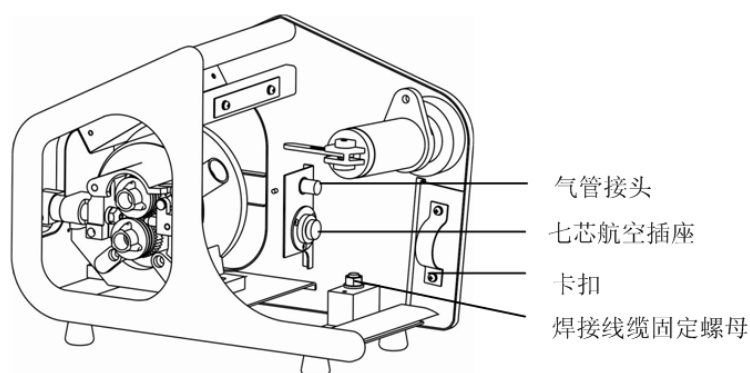

图2-7 送丝机接线示意图
1. 用送丝机尾部卡扣将七芯控制电缆、气管和正极输出焊接电缆固定，如图 2-7 所示。